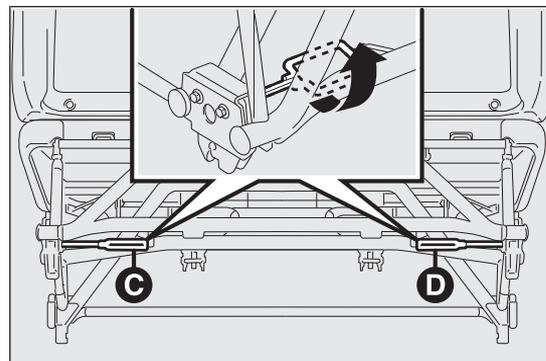

Abb. 37
- ausgehend von der Stellung Sitzbank die Hebel C und D Abb. 37 nach vorne drehen (wie auf dem Klebeschild auf dem unteren Querträger angegeben);